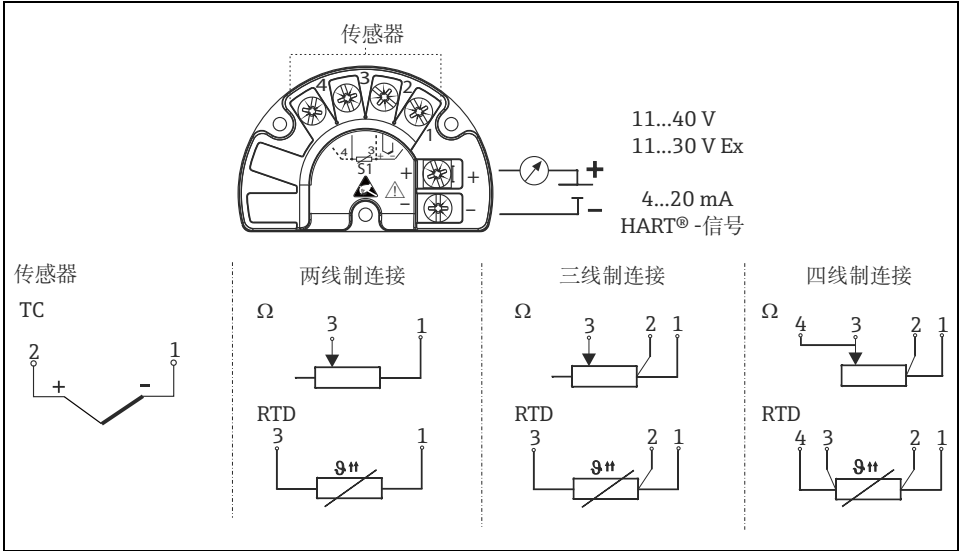

图 3： 现场型变送器的接线示意图 - 接线端子分配
1. 拆除盖板卡扣 (1)。
2. 拆除设备盖板及 O 型圈 (2)。
3. 可选：拆除电子模块上的显示单元，防止缠绕 (3)。
4. 取出电子模块上的 2 颗螺丝，拆除电子模块 (4)。
5. 打开设备缆塞 (5)。
7. 参考图 3，将线芯连接至端子接线排。
9. 接线完成后，重新拧上电子模块 (4)，安装显示单元，需要防止缠绕 (3)，并重新安装外壳盖及 O 型圈 (2)。最后，重新安装盖板卡扣 (2)。
电缆是否正确连接 ？ 参考接线端子连接图或参考图 3。	参考外壳上的接线图